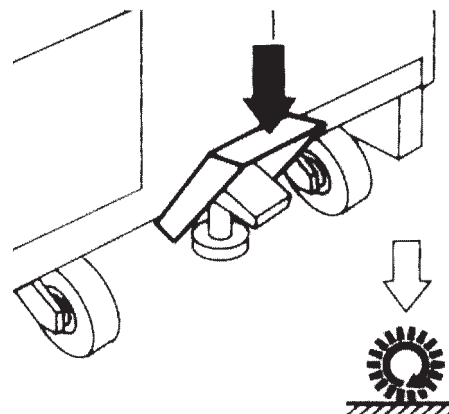

Abbildung 3
4. Den Hauptschalter (2) in die Position „I“ stellen, um den Bürstenmotor einzuschalten.
5. Den Schalter (3) in die Position „I“ stellen, um den Saugmotor einzuschalten.
6. Den Pumpenschalter (4) in die Position „I“ stellen, um den Reinigungsmittelfluss zur Bürste einzuschalten.
7. Das Pedal (Abb. 3) drücken, um die Bürste und die Sauglippen auf den Boden abzusenken.
8. Zum Anlassen der Maschine den Schubbügel mit den Händen halten, die Druckknöpfe zur Betätigung der Bürste (6) drücken und mit dem Waschen/Trocknen beginnen.
9. Den Reinigungsmittelfluss je nach durchzuführender Reinigung mithilfe des Schalters (5) regeln.
11. Bei besonders hartnäckigem Schmutz, den Schalter des Saugmotors (3) auf „0“ stellen und den Boden gründlich waschen, danach den Boden nochmal waschen und die Flüssigkeit absaugen, indem man den Schalter des Saugmotors auf (3) ON stellt.